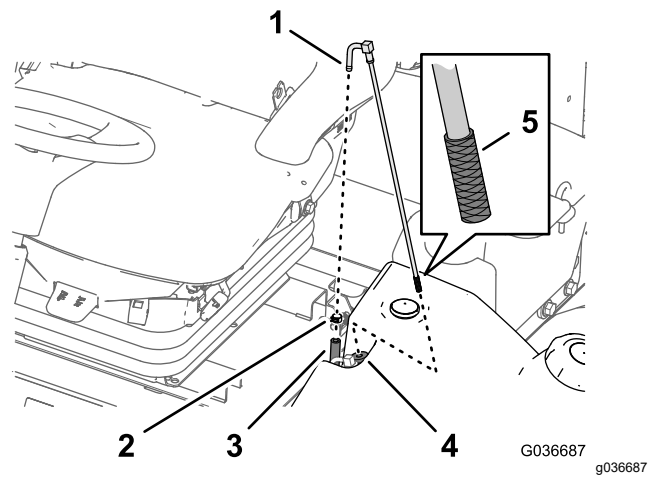

Figure 65
2. Débranchez le flexible du raccord (Figure 65).
3. Soulevez et déposez le tube d'aspiration du réservoir de carburant (Figure 65).
4. Nettoyez les débris éventuellement présents sur la crépine au bout du tube d'aspiration de carburant (Figure 65).
5. Insérez le tube d'aspiration dans la bague de caoutchouc et dans le réservoir de carburant (Figure 65).
1. Retirez le collier qui fixe le flexible de carburant au raccord du tube d'aspiration (Figure 65).